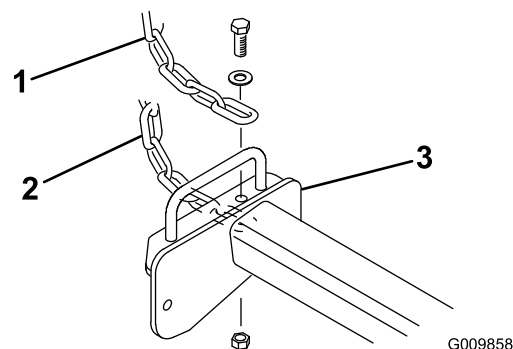

Figure 10
3. Fixez la chaîne de basculement en haut des bâtis porteurs pour les plateaux de coupe de 27 pouces et en bas des bâtis porteurs pour les des plateaux de coupe de 32 pouces, à l'aide d'une vis d'assemblage, d'une rondelle et d'un contre-écrou (Figure 10).